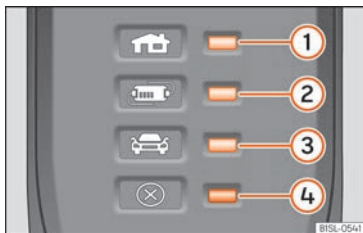

Abb. 62 Am Ladekabel für Netzsteckdosen: Kontrollleuchte in der Schutzeinrichtung.
» » [Abb. 62]:
Durch die elektronische Schutzeinrichtung » » [Abb. 62] ist der Ladestecker so lange stromlos, bis er in die Ladedose des Fahrzeugs eingesteckt wird.
Eine oder mehrere Kontrollleuchten » » [Abb. 62] ①, ② oder ③ leuchten grün.
Hinweis » » [Abb. 62]	Bedeutung
»» [Abb. 62]
②, ④ blinken	Die Schutzeinrichtung hat sich stark erhitzt.
Wenn der Ladevorgang mit einem geringeren Ladestrom fortgesetzt wird, blinkt abgesehen von der Betriebsanzeige die Warnleuchte »» [Abb. 62] ④ rot.
- Sollte es wieder zu einer Abschaltung oder Verringerung des Ladestroms kommen und die Ursache hierfür nicht mit einer externen Wärmequelle in Verbindung stehen, ist darauf zu achten, welche grüne Kontrollleuchte blinkt »» [Abb. 62]. Zur Überprüfung des Ladekabels ist ein SEAT-Vertragshändler aufzusuchen. Zur Überprüfung der Anschlüsse der Ladeinfrastruktur ist ein Fachunternehmen für Elektroinstallationen aufzusuchen.
Wenn die rote Warnleuchte ④ blinkt oder leuchtet, ohne dass gleichzeitig eine der Kontrollleuchten »» [Abb. 62] ①, ② oder ③ die Betriebsanzeige dauerhaft leuchtet, liegt eine Störung vor.